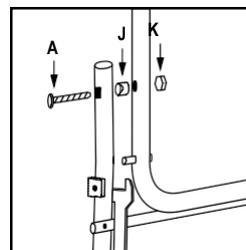

Рис. 4
- Соедините компоненты 4 и 3 с помощью крепежных элементов А, J и К. Не затягивайте слишком сильно. Повторите те же действия с другой стороны. (Рис. 4). Обратите внимание на положение проставок J, обеспечивающих необходимый зазор для рамы.